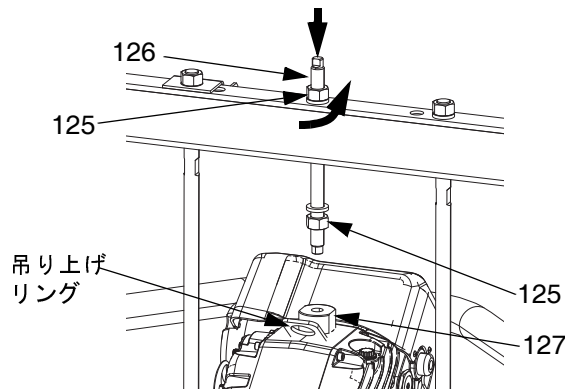

図 41: 55 ガロンプラテン
5. ドライバー (AB) の取り外し:
- a. ドライバー吊り上げリングへ頑丈なホイストを取り付けます。クロスバーの下のナット (125) を緩めます。
- b. レンチを使用して吊り上げリングアダプタ (127) を所定の場所に保持し、別のレンチでクロスバーの上のネジ山付きロッド (126) を緩めます。図 41 を参照してください。